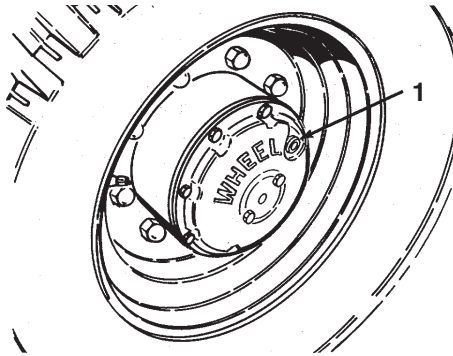

Bild 53
1. Stellen Sie die Maschine auf eine ebene Fläche. Stellen Sie das Rad, sodass sich die Prüf-/Ablassschraube (Bild 53) entweder in der 3-Uhr- oder der 9-Uhr-Stellung befindet.
3. Wenn das Öl abgelaufen ist, stellen Sie das Rad, sodass sich das Schraubenloch in der 3- oder 9-Uhr-Stellung befindet (Bild 53).